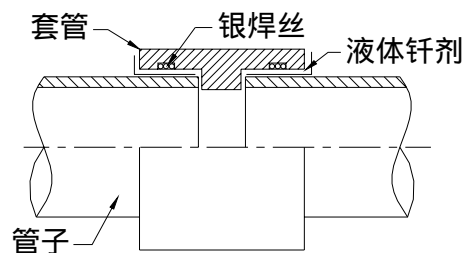

图 2
3.3.2 距管子焊接端部 30mm 区域涂敷液体钎剂，其次在套管内表面涂敷液体钎剂，敷层应均匀涂敷，不宜过厚，约 0.15 mm 左右，见图 2。